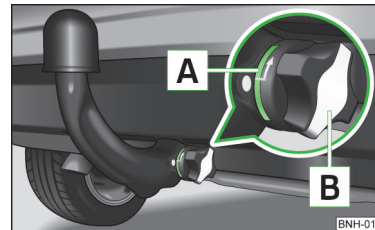

Abb. 109
- ✓ Die grüne Markierung **A** » Abb. 109 am Handrad zeigt zur weißen Markierung an der Kugelstange.